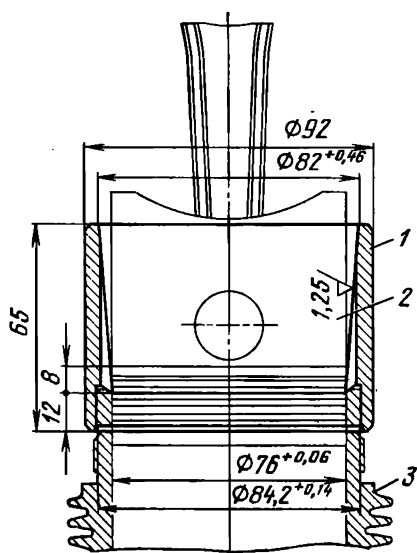
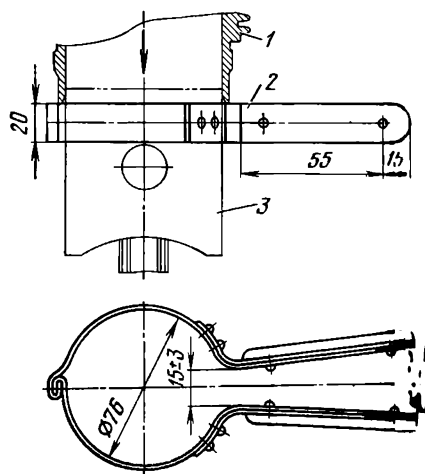
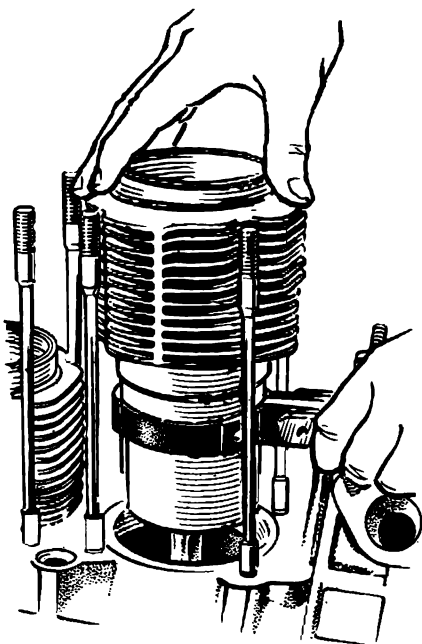

Рис. 91. Оправка для установки поршня с кольцами в цилиндр:
Рис. 92. Хомут для обжима поршневых колец:
Рис. 93. Постановка цилиндра на поршень
1. Коленчатый вал повернуть так, чтобы шатунная шейка, на которую предполагается установка шатунно-поршневой группы, оказалась в нижнем положении. Шатунные шейки и вкладыши промазать моторным маслом. При установке обратить внимание на совпадение меток шатуна и шатунных крышек. Затяжку гаек шатунных шпилей производить в два приема: предварительная затяжка с моментом затяжки 1,8...2,5 кгс·м и окончательная 5,0...5,6 кгс·м. Перед установкой цилиндры смазать моторным маслом. Используя винтик (рис. 91) или хомут (рис. 92), установить цилиндр на шпильки, предварительно установив под цилиндр уплотнительную прокладку. Установка цилиндра на поршень показана на рис. 93. При установке цилиндры необходимо ориентировать так, чтобы ребра первого и третьего цилиндров плоской стороной были обращены в сторону крышки распределительных шестерен, а второго и четвертого — в сторону маховика. Стопорные гайки шатунных болтов за-